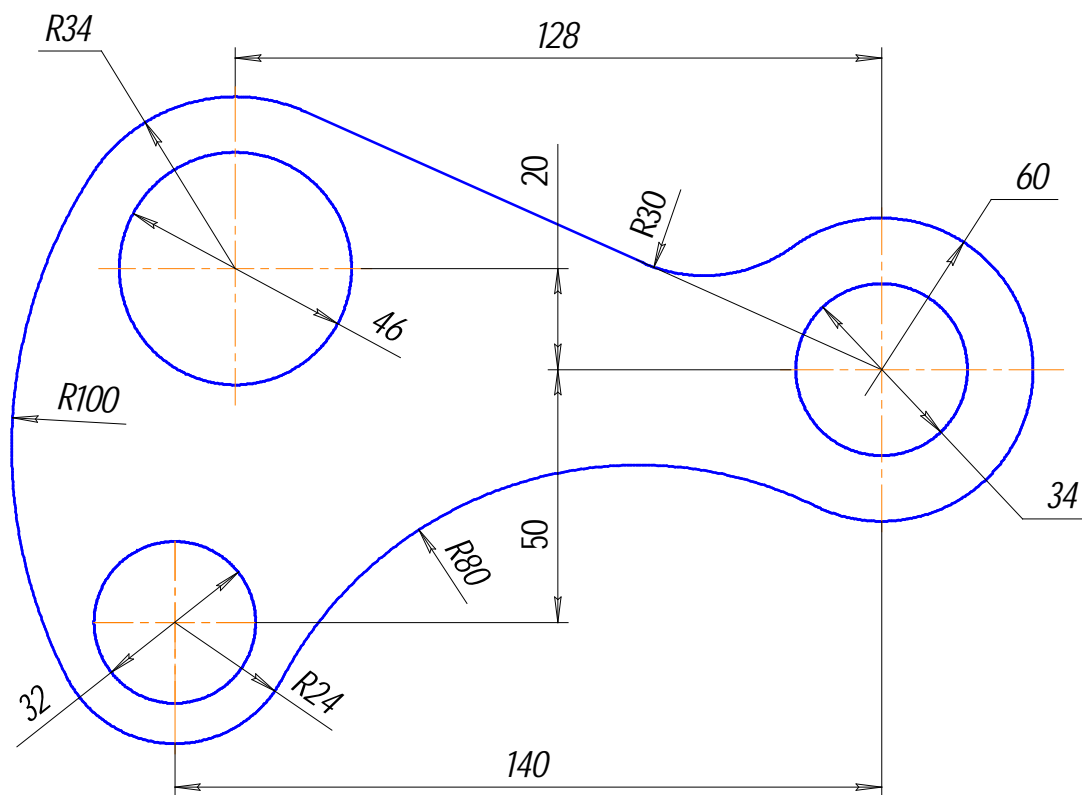

Рис. 74
**Задание (рис. 74).** Выполните изображение и проставьте размеры.
6. Используя чертеж детали на рис. 74 в качестве образца, проставьте все необходимые размеры. При простановке некоторых радиусов ( $R30$ ,  $80$ ,  $100$ ) необходимо в строке параметров выбрать **Радиальный размер не от центра окружности** , а в параметрах - **Ручное размещение**. Для простановки диаметра  $\varnothing 60$  необходимо воспользоваться **размерной линией с обрывом** .